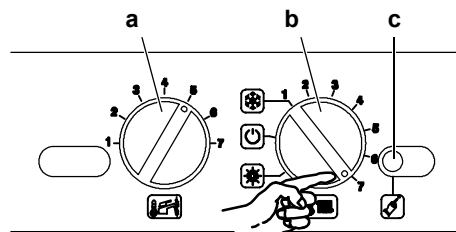

Figura 7.11 Pannello comandi.
- 2 Ruotare il selettore **b** come in **Figura 7.11**.